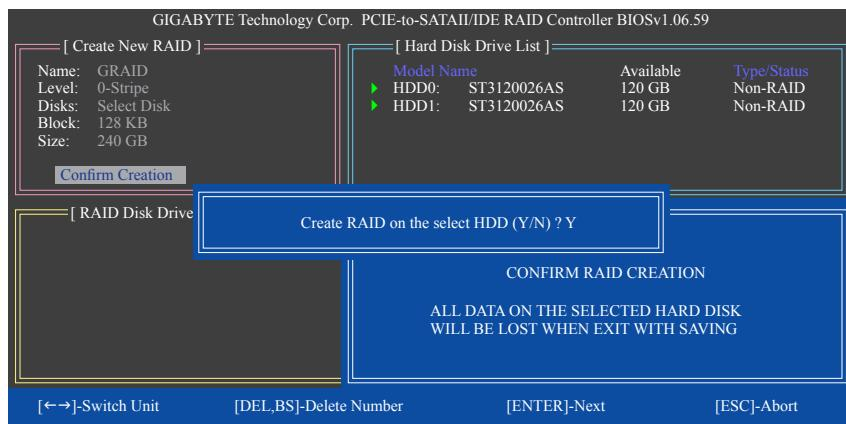

図 7
6. **Confirm Creation**: 上の項目をすべて構成すると、選択バーは**Confirm Creation**項目に自動的にジャンプします。<Enter>を押します。選択を確認するように求めるメッセージが表示されたら(図7)、<Y>を押して確認するか<N>を押して中断します。